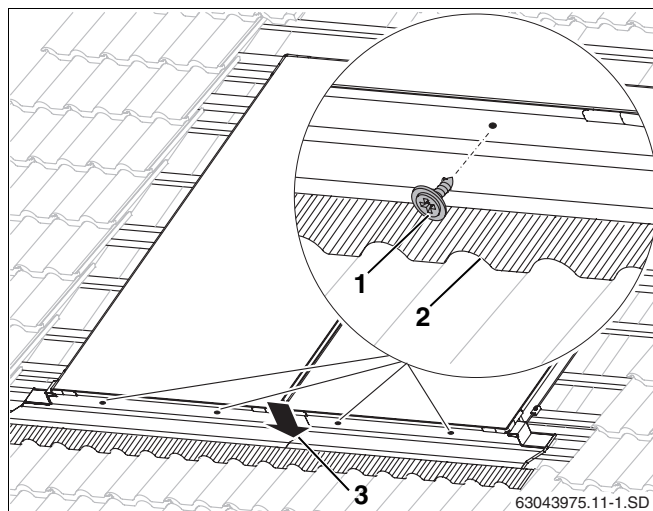

Рис. 48 Крепление нижних листов
- Закрутить саморезы (длиной 12 мм, рис. 48, **поз. 1**) с уплотняющими шайбами.
- Прижать верхний лист к нижнему (рис. 48, **поз. 3**).
- Осторожно подогнать фартуки в передней зоне контура черепицы (рис. 48, **поз. 2**).